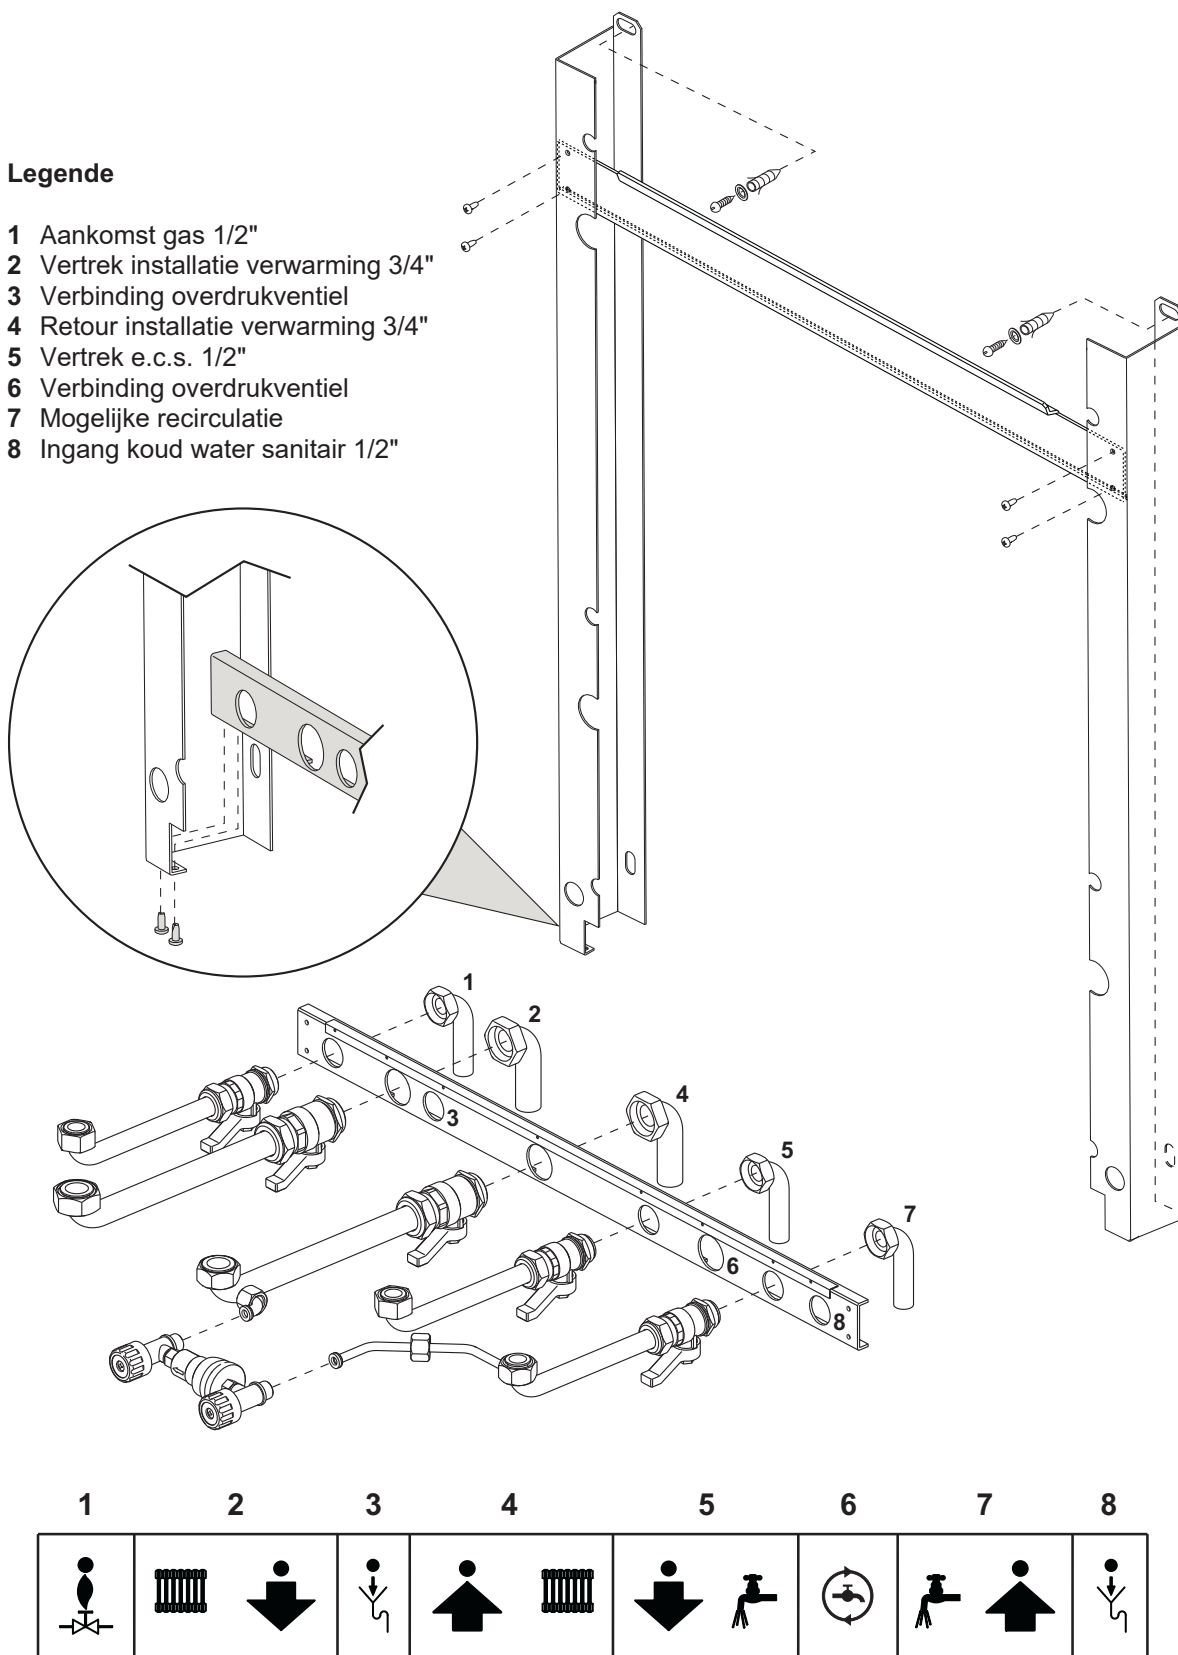

fig. 20 - Kit Montagesjabloon met hydraulische kit
Op aanvraag is het mogelijk om de montagesjabloon (ref. 01608600) te leveren zoals getoond in afb. 20.